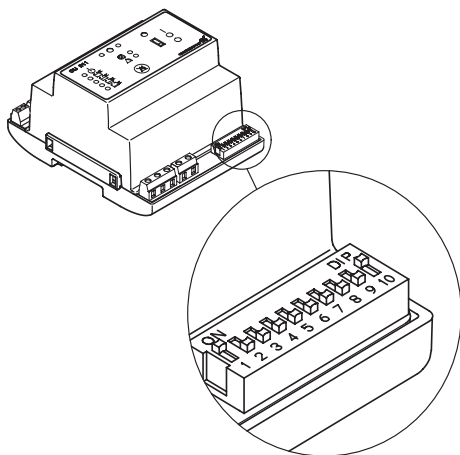

Рис. 5 DIP-переключатели модуля CU 214
В модуль CU 214 входит 10-контактный блок переключателей, расположенный в нижнем правом углу, см. рис. 5.
Настройте блок переключателей, как показано на рис. 5. Каждый отдельный переключатель (от 1 до 10) может быть установлен в положение ВЫКЛ (OFF) или ВКЛ (ON).